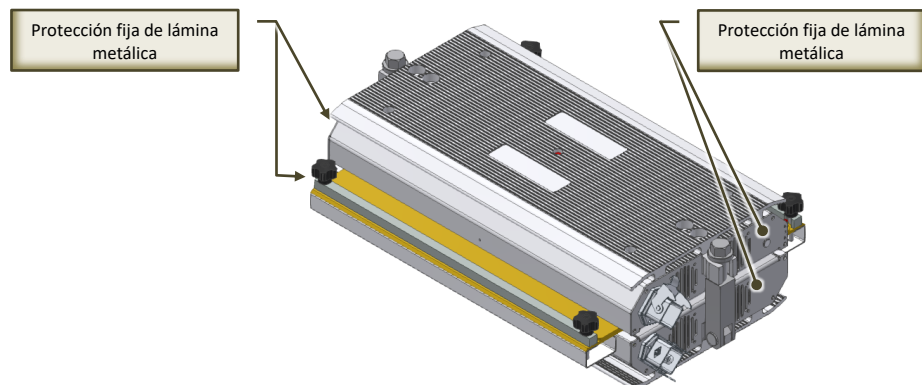

Fig. 7.3-1 - Protecciones fijas para protección de ventiladores de refrigeración
- **Protección fija** - Protección mantenida en posición (es decir, cerrada) permanentemente o por medio de elementos de fijación (tornillos, tuercas, etc.), que hacen imposible su extracción/apertura sin la ayuda de herramientas (Fig. 7.3-1).